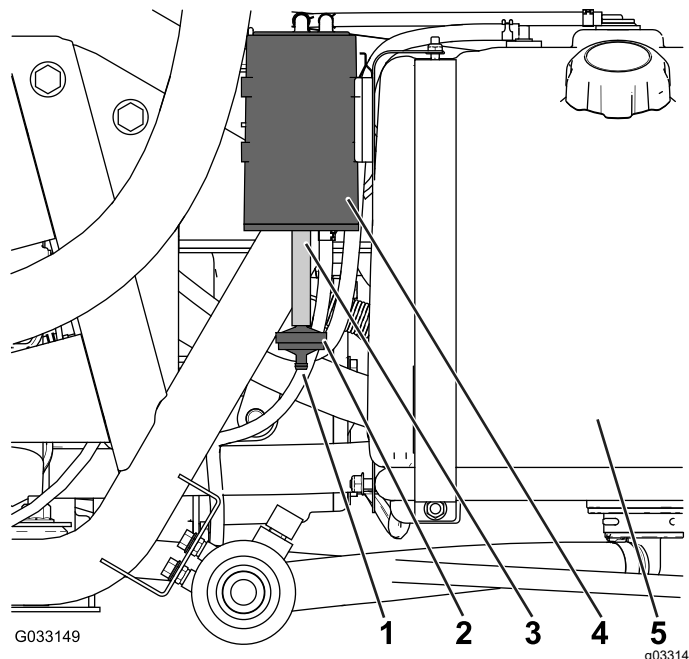

Figure 48
Vérifiez par l'ouverture au bas du filtre à air que la cartouche de charbon actif est propre et exempte de débris et d'obstructions (Figure 48).
1. Retirez le raccord cannelé du filtre à charbon actif au bout du flexible situé au bas de la cartouche, et déposez le filtre (Figure 48).